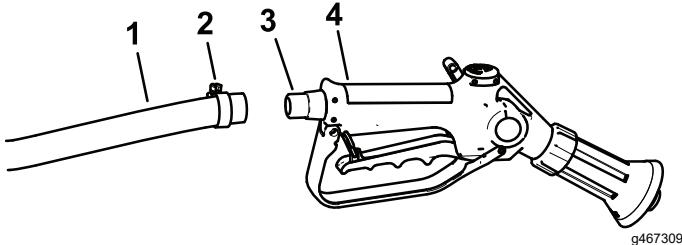

Figure 52
- Connectez l'extrémité libre du long flexible au raccord du pistolet pulvérisateur (Figure 52).